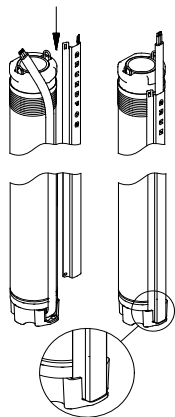

Fig. 9
2. Placera kabelskyddsskenan i spåret på kabelanslutningen. Kabelskyddsskenans två tungor skall passa ihop med den översta kanten på pumpmanteln, se fig. 9.